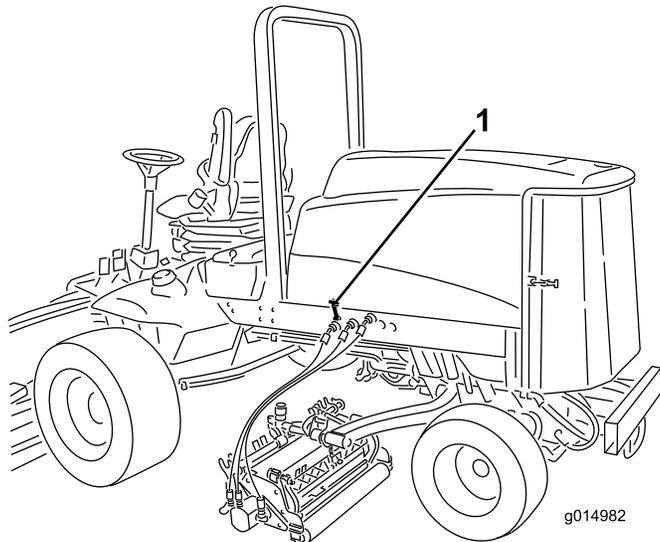

Figure 48
1. Déverrouillez le capot (Figure 48) et faites-le pivoter pour l'ouvrir.